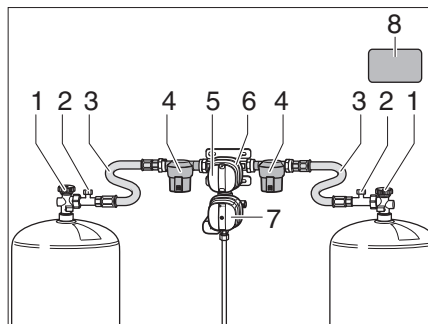
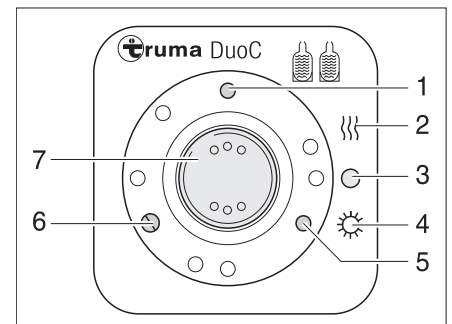
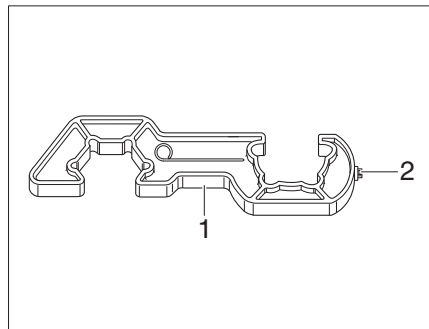
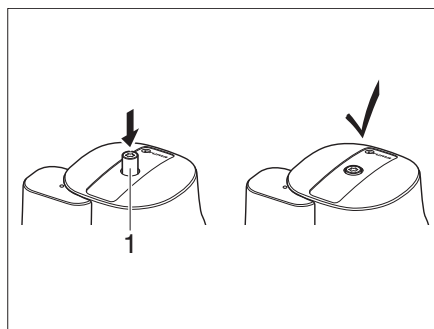

Fig. 70 Impianto di commutazione DuoControl
Fig. 71 Centralina di controllo
Fig. 73 Strumento ausiliario
Fig. 74 Sensore di crash
L'impianto di commutazione DuoControl è costituito da una valvola commutatrice (Fig. 70,6) e dalla centralina di controllo (Fig. 71). La valvola commutatrice è montata tra i tubi flessibili ad alta pressione (Fig. 70,3). Con la manopola (Fig. 70,5) sulla valvola commutatrice è possibile stabilire, quale delle bombole del gas viene utilizzata come bombola in uso e quale bombola del gas viene utilizzata come bombola di riserva.
La valvola commutatrice (Fig. 70,6) è munita dell'impianto antighiaccio EisEx. In questo modo si possono evitare guasti nell'impianto del gas in inverno.
A monte della valvola commutatrice si trova su ogni lato un filtro del gas (Fig. 70,4) che protegge l'impianto del gas dall'olio e dalle impurità.
Sulla centralina di controllo (Fig. 71) possono essere gestite solo le funzioni elettriche. Le valvole principali di arresto (Fig. 70,1) delle bombole del gas devono essere aperte manualmente.
La valvola commutatrice garantisce una pressione del gas costante, indipendentemente da quale bombola provenga l'alimentazione del gas. Le due spie di controllo della centralina di controllo segnalano il livello della bombola in uso. Se la spia di controllo verde (Fig. 71,6) è accesa, la bombola in uso è piena. Se la spia di controllo rossa (Fig. 71,5) è accesa, la bombola in uso è vuota. In questo caso il gas viene fornito dalla bombola di riserva.
- Aprire le valvole principali di arresto (Fig. 70,1) delle bombole del gas.
- Con la manopola (Fig. 70,5) sulla valvola commutatrice (Fig. 70,6) selezionare la bombola del gas da cui proviene la principale alimentazione del gas (bombola in uso). Girare la manopola fino all'arresto.
- Portare l'interruttore a bilico (Fig. 71,7) in posizione "O" (Fig. 71,3). La spia di controllo gialla (Fig. 71,1) si spegne.
- Chiudere le valvole principali di arresto (Fig. 70,1) delle bombole del gas.
Le spie di controllo sulla centralina di controllo (Fig. 71,5 e 6) segnalano all'interno del veicolo se la bombola del gas in uso è pronta.
Se la spia di controllo verde (Fig. 71,6) si spegne durante il funzionamento e la spia di controllo rossa (Fig. 71,5) si accende, la bombola del gas selezionata come bombola in uso è vuota e deve essere sostituita. La bombola di riserva continua ad alimentare le utenze a gas.
- ▷ Per avvitare e svitare i tubi flessibili ad alta pressione, utilizzare lo strumento ausiliario (Fig. 73,1). Esso garantisce la necessaria coppia di serraggio e impedisce che l'uso di utensili errati danneggi collegamento a vite.
- Chiudere la valvola principale di arresto (Fig. 70,1) della bombola del gas vuota.
- Svitare il tubo flessibile ad alta pressione (Fig. 70,3) dalla bombola del gas per mezzo dello strumento ausiliario (Fig. 73).
- Collegare la bombola del gas piena al tubo flessibile ad alta pressione (Fig. 70,3).
- Aprire la valvola principale di arresto (Fig. 70,1) della bombola del gas.
- Posizionare con un mezzo giro la manopola (Fig. 70,5) sulla valvola commutatrice (Fig. 70,6) in modo tale che la bombola del gas appena sostituita serva da bombola di riserva.
- Premere il pulsante (Fig. 70,2) del dispositivo antirottura del tubo flessibile ad alta pressione per attivarlo.
- Eventualmente premere il pulsante di reset (Fig. 74,1) del sensore di crash.
- ▶ Osservare l'etichetta di sicurezza (Fig. 70,8) applicata nel vano portabombole.
- Con il Torx T20 (Fig. 73,2) dello strumento ausiliario premere verso l'interno il pulsante di sbloccaggio (Fig. 74,1), ruotare leggermente in senso orario e mantenere in questa posizione per 5 secondi. Il sensore di crash è pronto quando il pulsante di sbloccaggio (Fig. 74,1) in rimane nella posizione premuta.
- Dopo aver sostituito la bombola del gas, premere vigorosamente il pulsante verde (Fig. 70,2) del tubo flessibile ad alta pressione (Fig. 70,3). Il dispositivo antirottura del tubo flessibile è attivato.